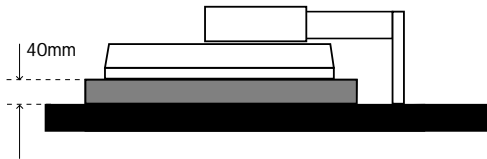

Figure S.1
3. Placez le moniteur la face vers le bas sur une surface non-abrasive (Placez l'écran sur une plate-forme de 40 mm de manière que le support soit parallèle à la surface) (Figure S.1).